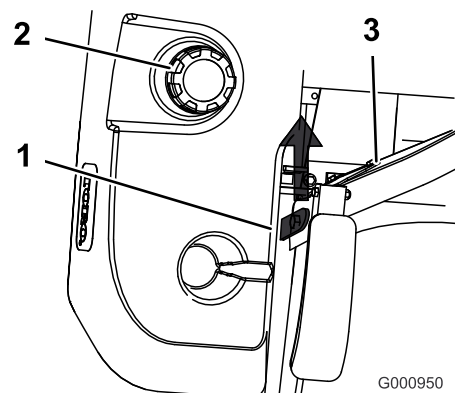

Bild 23
3. Klappen Sie den Sitz hoch. Dies macht die Maschine unter dem Sitz zugänglich (Bild 23).